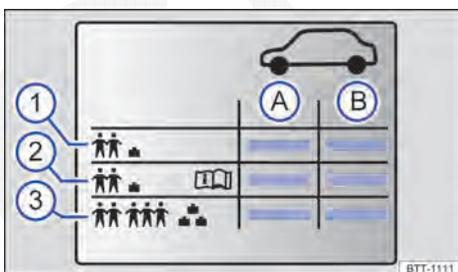

Fig. 183 Símbolos na etiqueta com as pressões dos pneus.
Indicações na etiqueta com as pressões dos pneus ⇒ Fig. 183:
Dependendo do veículo, a etiqueta com as pressões dos pneus pode ter uma pressão dos pneus de conforto ⇒ Fig. 183 (2). A pressão dos pneus de conforto possibilita aumentar o conforto da condução. Ao conduzir com a pressão dos pneus de conforto, pode aumentar o consumo de energia